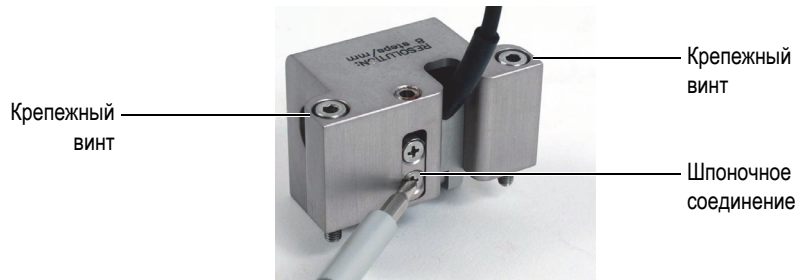

Рис. 3-6 Извлечение крепежных винтов
1. Открутите и извлеките винты в верхней части кодировщика (см. Рис. 3-6 на стр. 49).
- Отвинтите винты шпоночного соединения (см. Рис. 3-6 на стр. 49 и Рис. 3-7 на стр. 49).